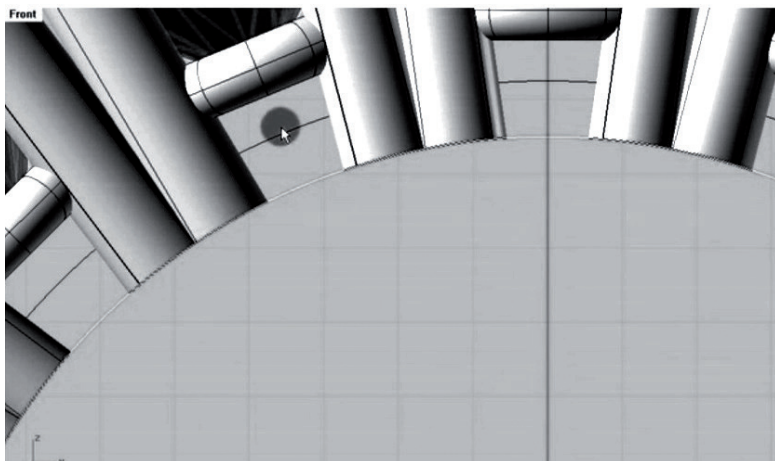

Рис. 112. Окружность для построения шинки кольца
22. Построение шинки кольца. Выделяем окружность и в панели Fillet Curves выбираем Offset Curve, далее в командной строке задаем разницу, равную 0,75 мм, и строим вторую окружность над имеющейся (рис. 112).